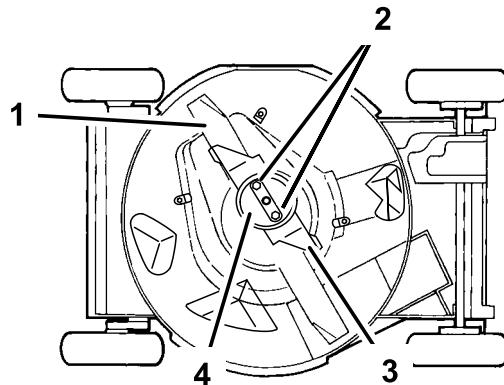

Figura 33
4. Inclinete il tosaerba sul lato **destro** (Figura 33).
Afferrate l'estremità della lama con un cencio o un guanto bene imbottito. Togliete i dadi della lama, la coppa antistrappo, l'acceleratore e la lama (Figura 33).
5. Togliete i due dadi della lama, la coppa antistrappo, l'acceleratore e la lama (Figura 33).